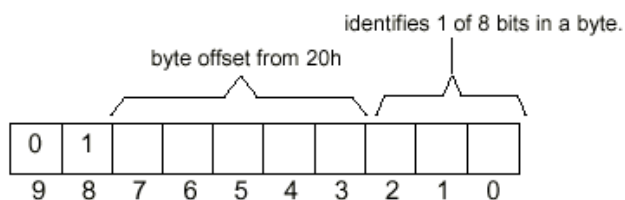
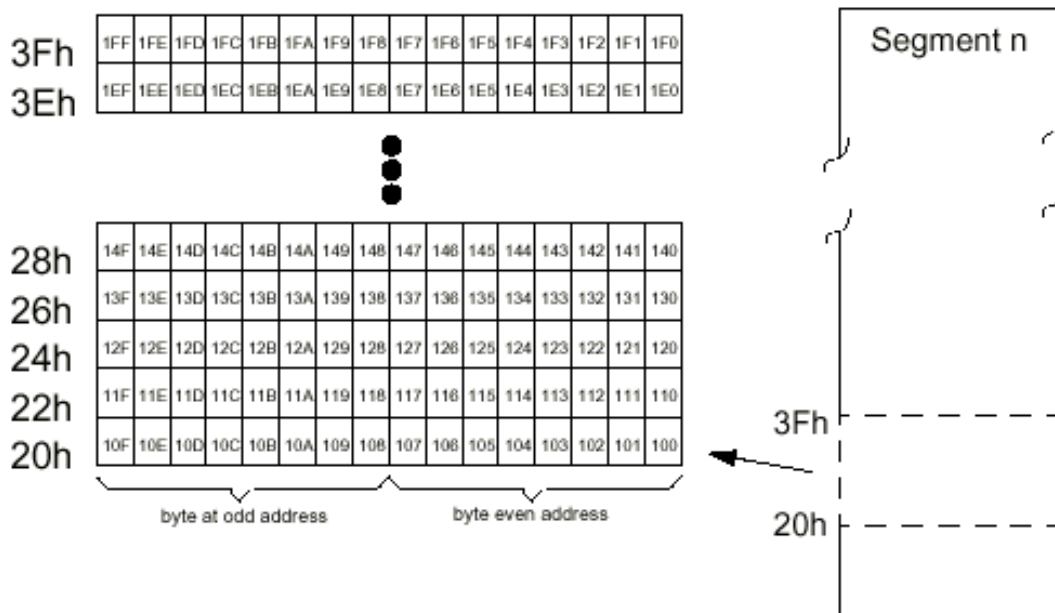

Рисунок 2.8 – Бітова адресація
Рисунок 2.9 – Біт-адресована область пам'яті
Крім реєстрів R0 – R15 та РСФ за адресами 400h – 43Fh біт-адресованими є також 32 байти в кожному сегменті пам'яті даних (DS) починаючи з адреси 20h. Утворення адреси показано на рис. 2.8, область біт-адресованої пам'яті – на рис.2.9.